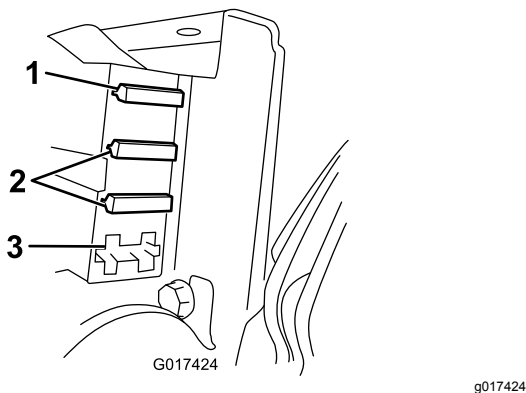

Figura 42
3. Verifique os fusíveis no bloco de fusíveis (Figura 42).
- Se existir algum fusível fundido, substitua-o por um fusível com voltagem e amperagem corretas (Figura 42).